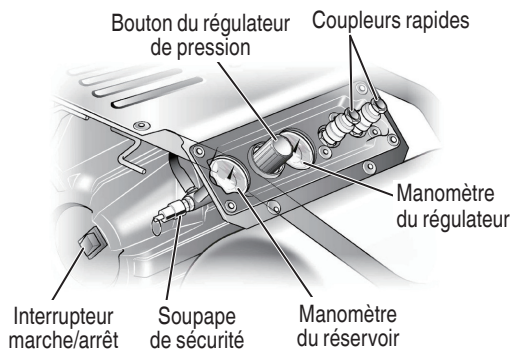
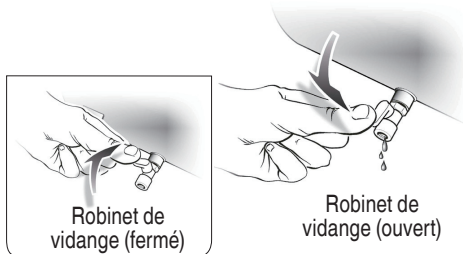

Fig. 3
Fig. 4
- Insérez le tuyau dans le coupleur rapide déjà installé sur le compresseur (Fig. 3).
- Tirez sur le bouton du régulateur de pression et tournez-le à fond dans le sens des aiguilles d'une montre pour ouvrir le flux d'air. (Fig. 3)
- Placer l'interrupteur dans la position **ARRÊT (O)** et brancher le cordon d'alimentation.
- Complètement ouvrir le robinet de vidange (Fig. 4).
- Placer l'interrupteur dans la position **ARRÊT (O)**.
- Fermer le robinet de vidange (Fig. 4)